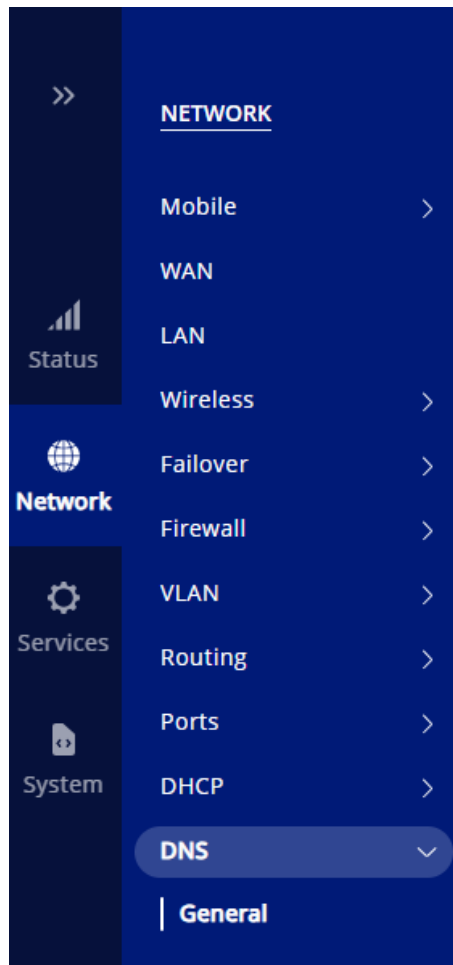

FIGURE 6 – Option DNS
1. Via noVNC : <https://192.168.1.102/>, le mot de passe est ROSKit pour tout les robots.. Vous êtes connecté sur l'ordinateur de bord du robot. Sur ce site vous aurez tous les **retours visuels des manipulations** de ce TP. Ouvrez un terminal (*voir figure 6*), vous pouvez taper « code . ». Une fenêtre VSCode devrait s'ouvrir.